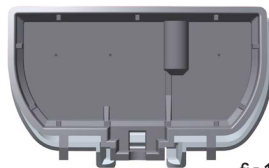

fig.1
- Mit einem spitzen Gegenstand die Kabeldurchführungen durchstoßen (fig. 1). Die Leitung einführen und danach wieder leicht herausziehen, so dass sich der Rand nach außen stülpt und somit maximalen Schutz gegen Feuchtigkeit bietet
- Pierce the cable glands with a pointed object (fig. 1). Insert the cables into the holes and pull them slightly back, such that the edge of the gland is slightly turned to the outside. Thus the device is protected against moisture
- Percez les passes-câbles à l'aide d'un objet pointu (fig.1). Introduisez-y le câble et tirez légèrement dessus de l'extérieur afin de faire ressortir le joint pour une protection maximale contre l'humidité
- Pinche en el orificio de entrada del cable con un objeto puntiagudo (fig. 1) e introduzca el cable en su interior. Tire ligeramente del cable para que la junta de goma del orificio sobresalga garantizando mayor protección contra la humedad
- Trapassare i passacavi con un oggetto appuntito (fig. 1). Inserirci il cavo e tirarlo leggermente verso l'esterno affinché la guarnizione non sporge verso l'esterno per garantire la massima protezione dall'umidità